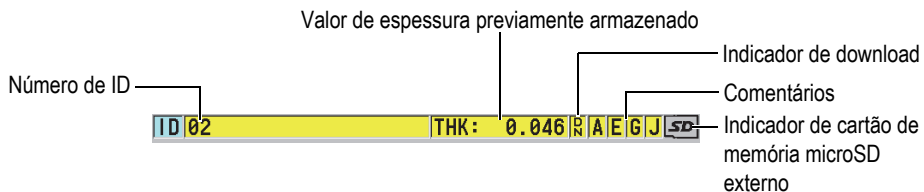

Figura 3-2 Barra ID
A barra de identificação, localizada na parte superior da tela de medição, contém o ID do local real da medição de espessura, o valor armazenado anteriormente e os comentários (veja Figura 3-2 na página 50). O indicador de download (R) aparece quando a medição da espessura, previamente armazenada, provém de um arquivo ao invés de uma leitura recém-adquirida.